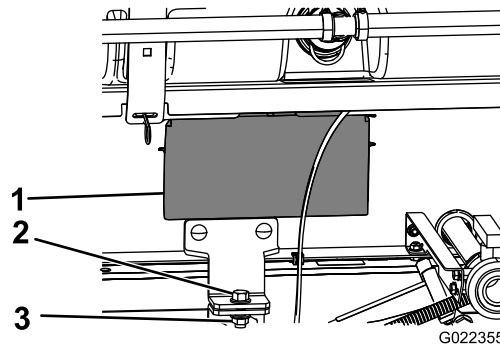

Figure 36
5. Déposez les panneaux d'accès de chaque côté du cadre du patin (Figure 36).
- De chaque côté de la machine, fixez le support de maintien du patin de cuve au support du plateau sur le cadre à l'aide d'un boulon ( $\frac{1}{2} \times 1\frac{1}{2}$  po) et d'un contre-écrou ( $\frac{1}{2}$  po), comme montré à la Figure 36.